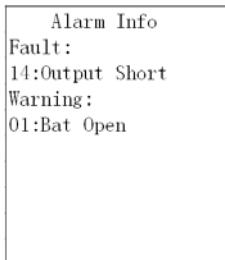

Рисунок 26 – Внешний вид пункта главного меню «Alarm»
- **«Others»** - установка прочих параметров ИБП (рисунок 26) (изменение параметров в данном разделе меню может быть произведено во всех режимах работы ИБП):
9.1.5 «Alarm» - Сведения об авариях. Пункт главного меню, содержащий сведения о последних аварийных ситуациях (рисунок 26). Кодовые обозначения аварийных и предаварийных ситуаций приведены в таблице 10.